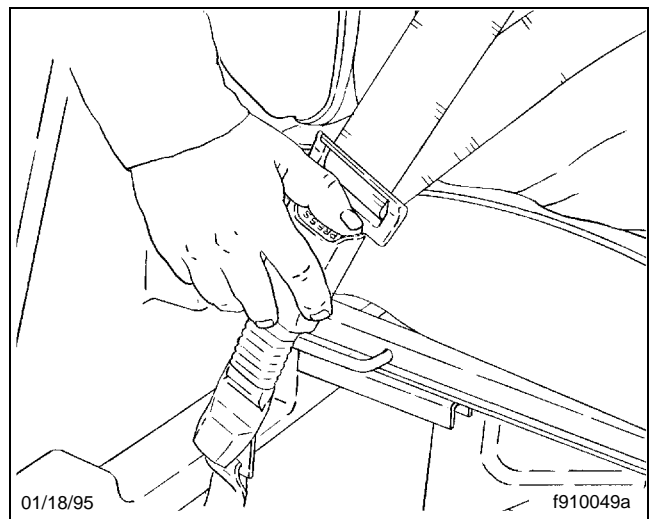

Figura 5.9, Desabrochado del cinturón de seguridad de tres puntos
4. Para desabrochar el cinturón de seguridad de tres puntos, empuje el botón en la hebilla según se muestra en la **Figura 5.9**. Si se usó la aldaba Komfort Latch libérela dando al cinturón del hombro un tirón rápido. Si usted se inclina hacia adelante contra el cinturón del hombro, la aldaba Komfort Latch se liberará automáticamente, y necesitará reajustarse.